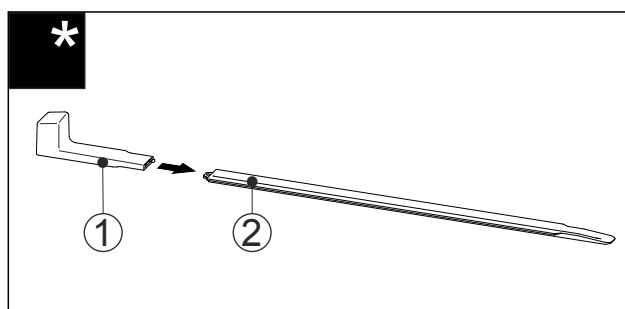

Fig. 55
- Insertar el tirador de montaje Fig. 55 (1) en el riel de nivelación Fig. 55 (2).